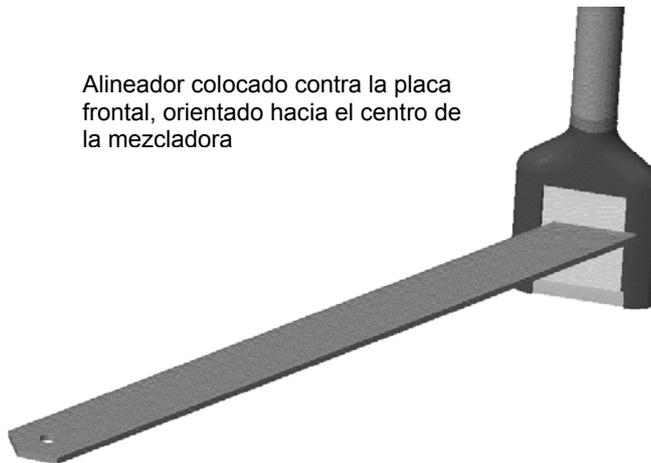

Figura 10 El alineador de ángulos Hydronix para la alineación de la cara de detección
Con las 4 tuercas de fijación del brazo sueltas, el brazo de detección se puede girar un ángulo de 300° aproximadamente (Figura 10). El brazo de detección está provisto de un tope mecánico para evitar que los cables internos se giren demasiado. Si este tope impide el ajuste adecuado de la placa frontal, vuelva a montar el cuerpo principal del Hydro-Probe Orbiter en la barra cuadrada a un ángulo diferente. Esto permitirá ajustar correctamente el brazo.
- Generalmente, un ángulo de 55° ofrece buenos resultados. Utilice el alineador de ángulo que se suministra para ajustar el ángulo (Figura 10)